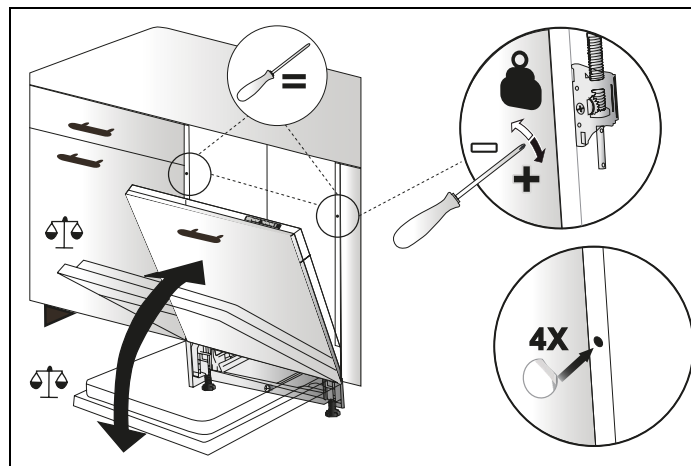

Fig. 31
9) Selon le poids de la porte en bois assemblée, l'équilibrage doit être assuré par le mécanisme indiqué dans la Fig. 31 .